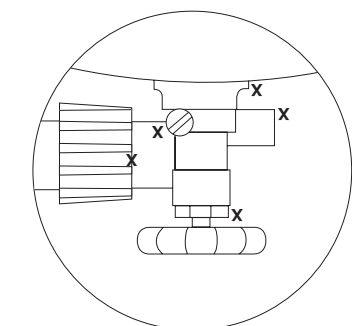
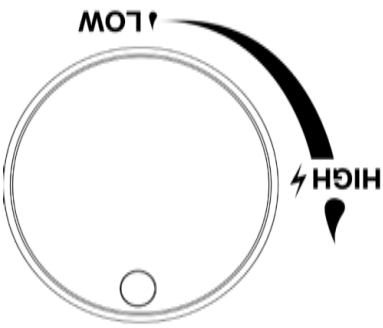

Figura 4
Figura 3
2. Asegúrese de que las perillas de control están en la posición “OFF” (apagado). Vea la Figura 3.
3. Abra el gas (ON) desde la válvula del tanque.
4. Aplique con una cuchara la solución de verificación de escapes en todas las ubicaciones marcadas con “X” (vea la Figura 4).
3. Todas las perillas tienen que estar en la posición “OFF” (apagado). Vea la Figura 3.